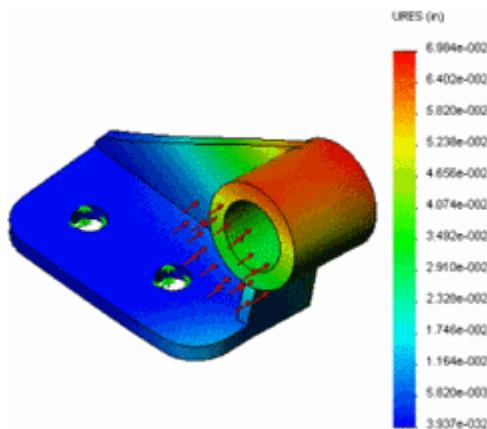

Рис. 1.6. Перегляд переміщень деталі
9.2. Двічі натиснути **Переміщення (Розташування результату)** для відображення епюри. Якщо епюра не існує, створіть цю епюру (рис.1.6).